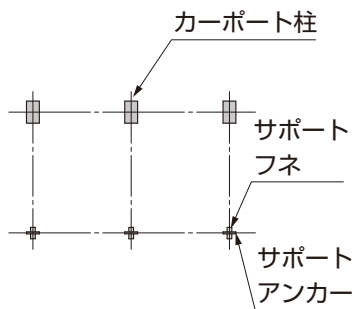
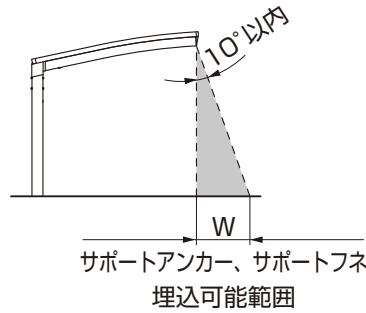

図2-1
図2-2
①サポートアンカーとサポートフネの基礎位置を決めてください。(図2-1,図2-2参照)